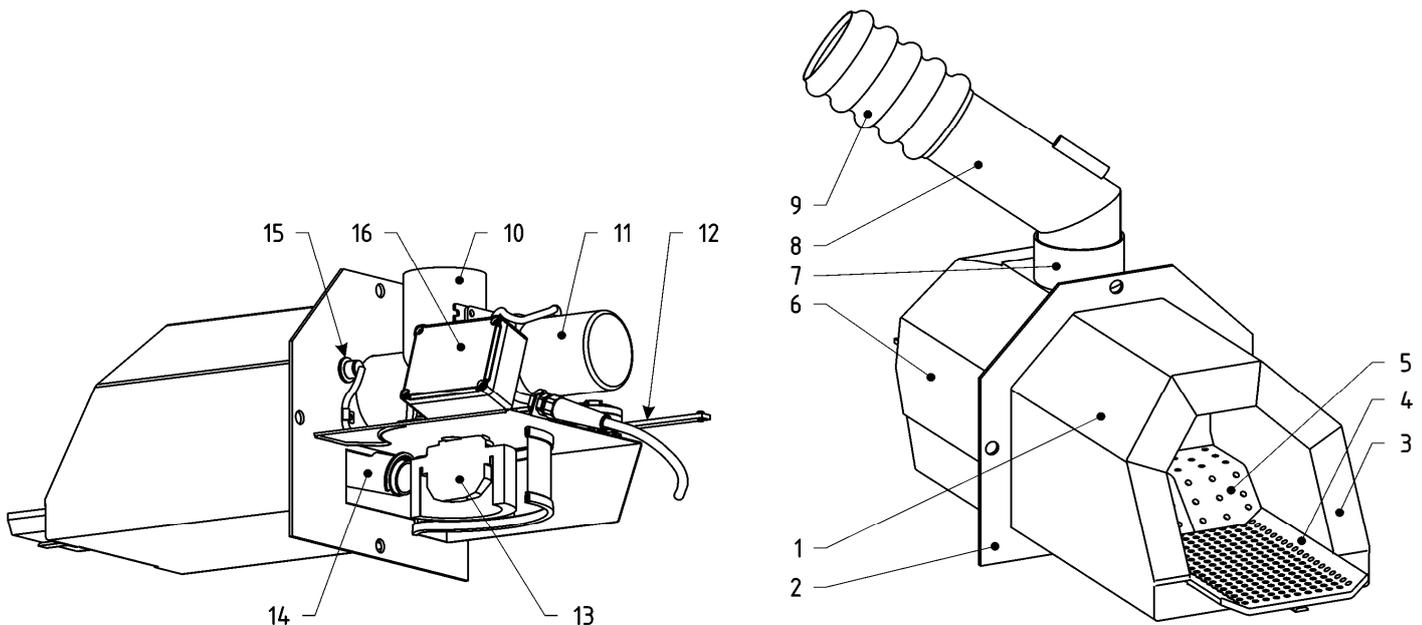
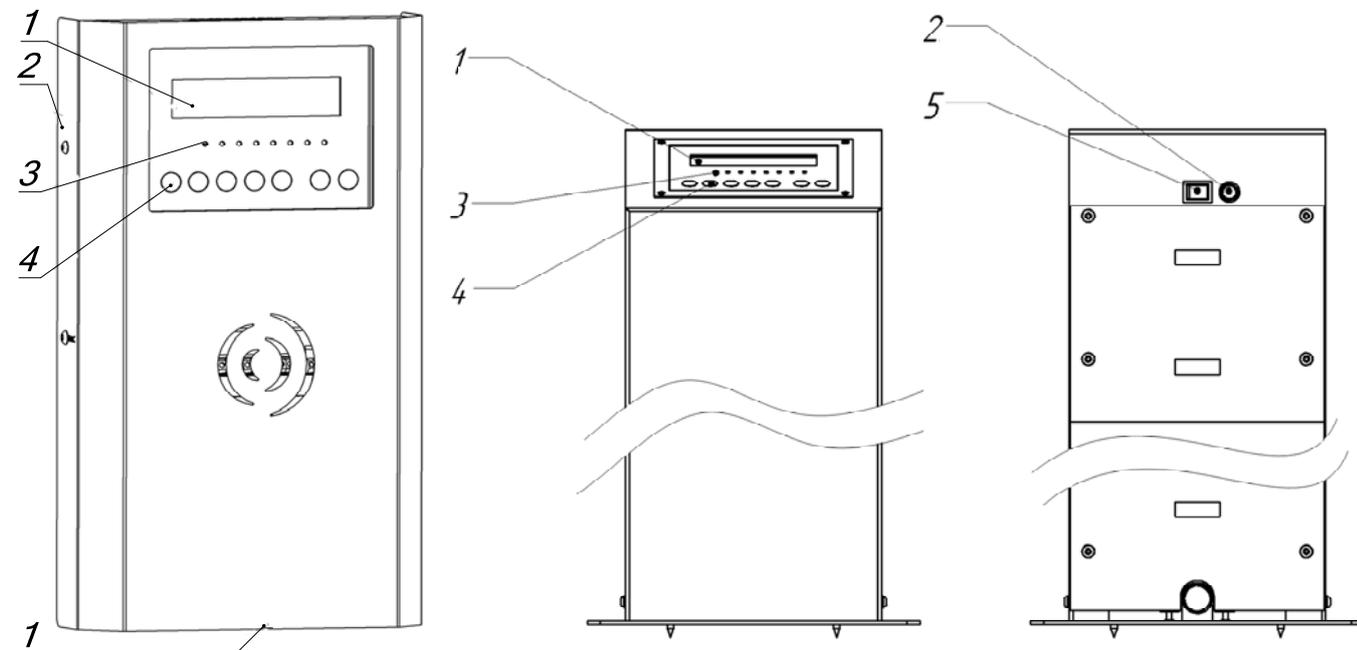

Рисунок 2. Устройство блока горелки Hotta Cyberia
Рисунок 3. Контроллер управления
Горелка (рисунок 2) крепится к дверке котла четырьмя болтами при помощи фланца (2). Фланец условно разделяет горелку на две части – механическую часть и топку. Механическая часть защищена кожухом (6). Топка горелки (1) внутри выложена огнеупорной керамикой (3). Топливо подается из бункера шнеком (рисунок 3), через гофрированный шланг (9) сыпается в колено питателя (8) и попадает в питатель (10). Гофрированный шланг выполняет противопожарную функцию – он изготовлен из легкоплавкого материала, при появлении обратной тяги и возгорании пеллеты в питателе шланг плавится и разрывает связь между горелкой и шнеком, предотвращая воспламенение топлива в бункере с пеллетой. В гильзе на колене питателя установлен аварийный термодатчик для контроля его температуры. Колено питателя фиксируется кольцом (7). Привод питателя (11) подает топливо на неподвижные колосники (5). Сжигание топлива происходит на подвижном колоснике (4). Колосники выполнены из жаропрочной нержавеющей стали. Движение подвижного колосника (4) возвратно-поступательное, в горизонтальной плоскости вдоль продольной оси горелки. Подвижный колосник зацеплен с колосниковой тягой, тяга приводится в движение приводом очистительного механизма (12), усилие от привода передается тяге посредством кронштейна тяги. Под питателем (10) находится нагнетающий вентилятор (13). Во время розжига зажигалка (14) нагревает проходящий через нее воздух, который воспламеняет пеллету. Наличие и яркость пламени контролируется фотодатчиком (15). В коммутационной коробке (16) установлена коммутационная плата, к которой подключены электрические узлы горелки и контроллер управления. Всеми процессами работы горелки управляет контроллер ОХІ КП 02.01 (рисунок 3).
Контроллер управления выпускается в настенном корпусе (рисунок 3 слева) и в напольном корпусе в виде колонны (рисунок 3 в центре и справа). На контроллере управления расположена панель управления и индикации с жидкокристаллическим дисплеем (1), светодиодными индикаторами (3) и кнопками (4), а также выключатель питания (5). Держатель предохранителя (2) в настенном исполнении контроллера находится под его лицевой панелью.